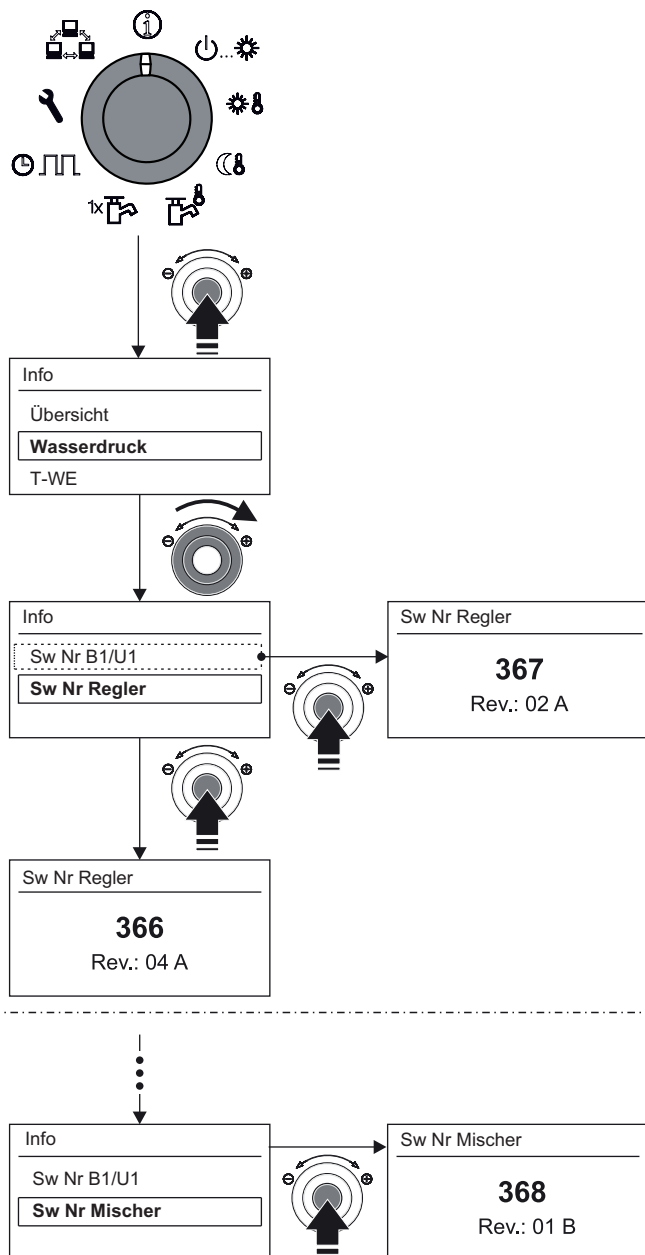

Bild 7-4 Softwareinformationen der Regelungskomponenten
Halten Sie dazu bitte die wesentlichen Gerätedaten bereit (Vorgehensweise siehe Bild 7-4):
- Softwareversionen (siehe Bild 7-4) von: